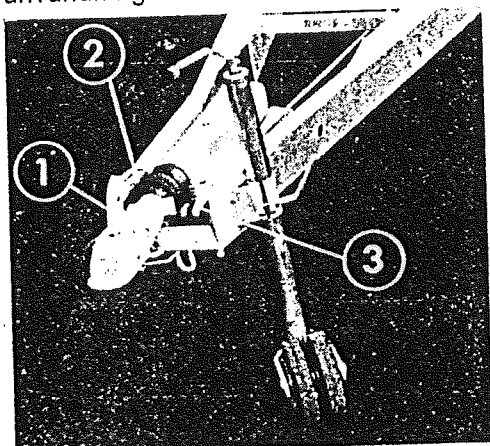

Fig. 1.
Att manövrera husvagnekipaget bakåt kräver träning — glöm inte den detaljen under provturen. Tänk på att vagnen svänger åt motsatt håll i förhållande till rattutslaget. Räta upp dragbilen i god tid för att undvika "fällknivsverkan". Vid backning på halt underlag kan man behöva lägga in den manuella backspärren (3) bild 1. Den återgår automatiskt vid rörelse framåt.